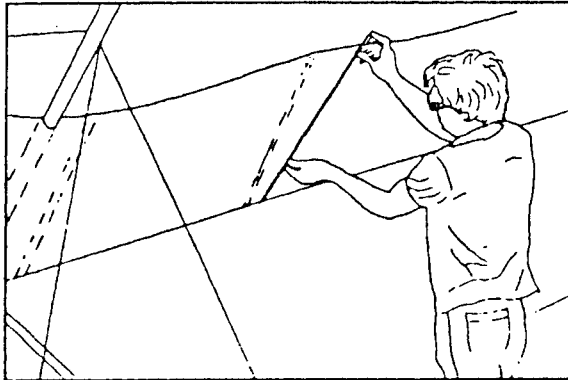

Figure 41
- 17) NUN SCHIEBE DIE UNTEREN GERADEN SEGELLATTEN EIN, BIS SIE VOM SAUM GEHALTEN WERDEN. (FIGURE 41)